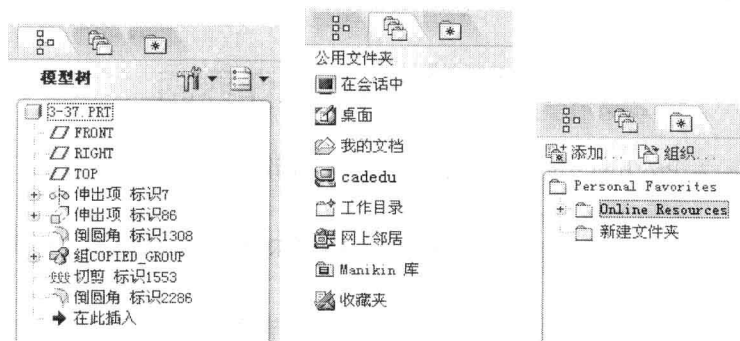

图 1-9 导航面板
- 导航栏隐藏/显示区：位于窗口工作区的左侧。单击导航栏右侧的符号“>”，显示导航栏；单击导航栏右侧的符号“<”，隐藏导航栏。导航栏中包括模型树、公用文件夹和收藏夹。单击相应的选项按钮，可打开相应的导航面板，如图 1-9 所示。